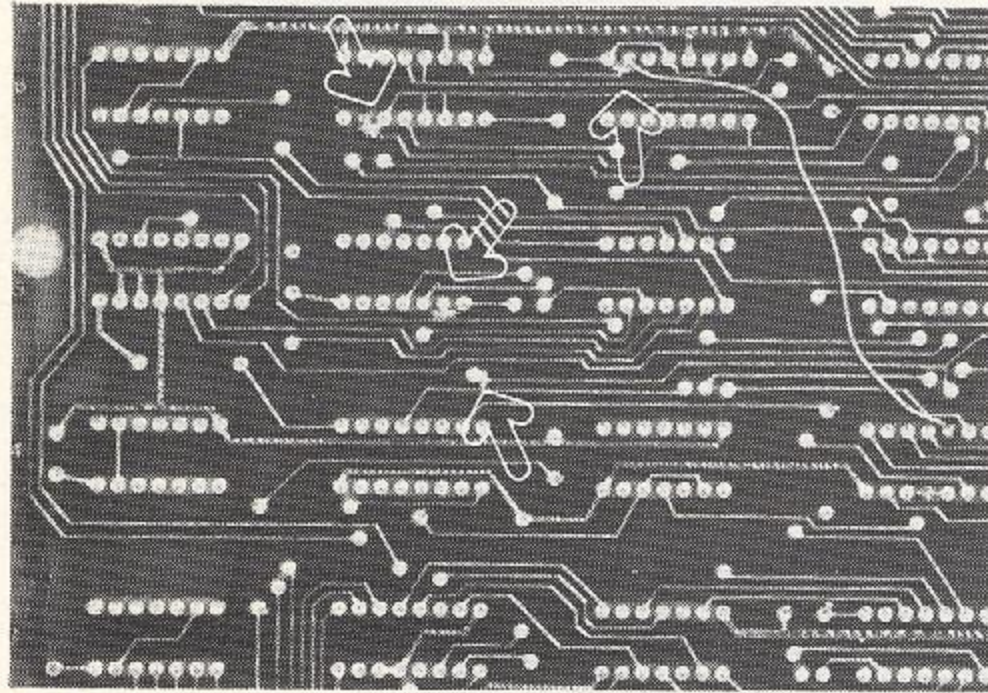

Bild 2. Kapningar på kortets baksida
- ✓ 4) Fyra ledare i mönsterkortet ska kapas. Alla kapningar görs på undersidan av kretskortet. Se bild 2.
- ✓5) Löd in den medföljande tråden mellan H6.2 och G4.5. Se bild 2.